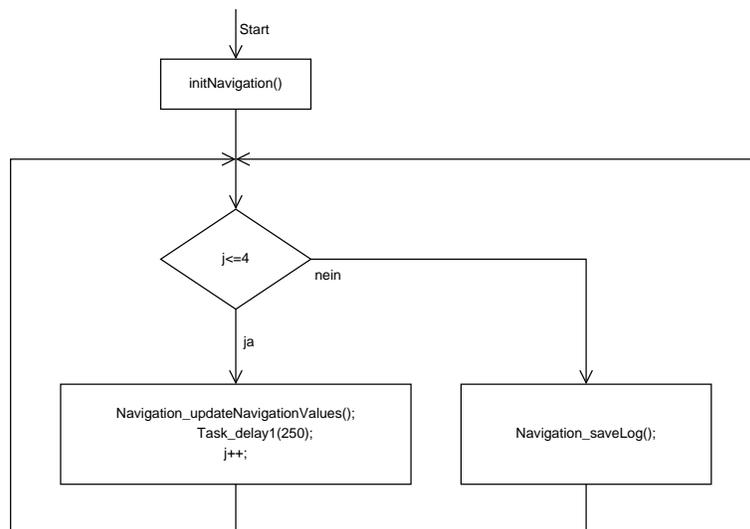

Abbildung 3.24: Ablauf der Navigation im zweiten Meilenstein
- *void Navigation\_updateNavigationValues()* Diese Funktion wird periodisch aufgerufen. Für jeden Sensor wird die Funktion *updateValues* ausgeführt. Zwischen den Beschleunigungssensoren liegt eine Pause von 10 ms aufgrund aufgetretener Zeitprobleme. Die Werte würden sonst korrelieren. Am Ende wird die Funktion *Position\_update()* ausgeführt. Der Ablauf ist in Abbildung 3.24 zu sehen. Zur Zeit wird *Navigation\_saveLog()* aufgerufen, wenn vier mal *void Navigation\_updateNavigationValues()* ( $j \leq 4$ ) aufgerufen wurde. Dies ist abhängig von der Geschwindigkeit, die das Speichermedium schreiben kann. Hier sind das die Werte für eine Compact-Flash-Karte.